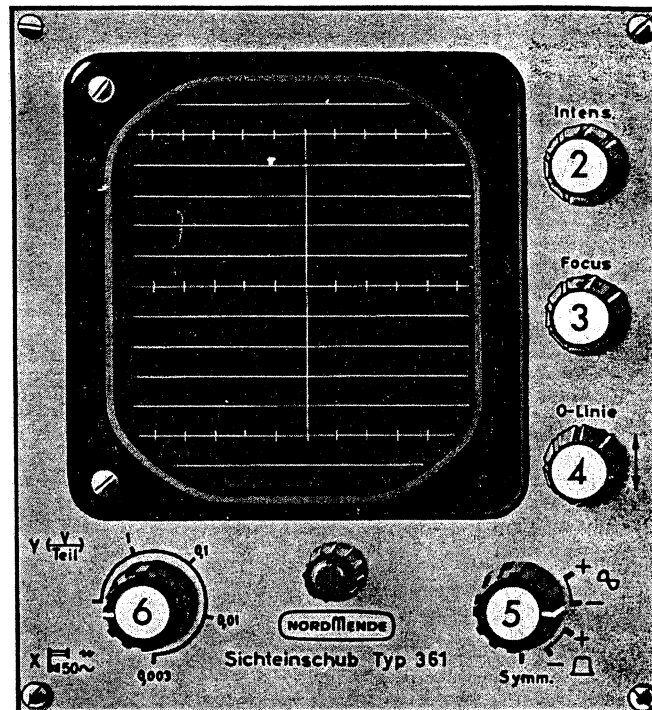

Bild 11 Ansicht des Einschubes Typ 361
Abb. 11 zeigt die Frontansicht eines Sichteinschubes mit Bezugswerten für die nachfolgend beschriebenen Bedienungselemente.
*) Vergleichende Ansicht des Einschubes, Bild 11